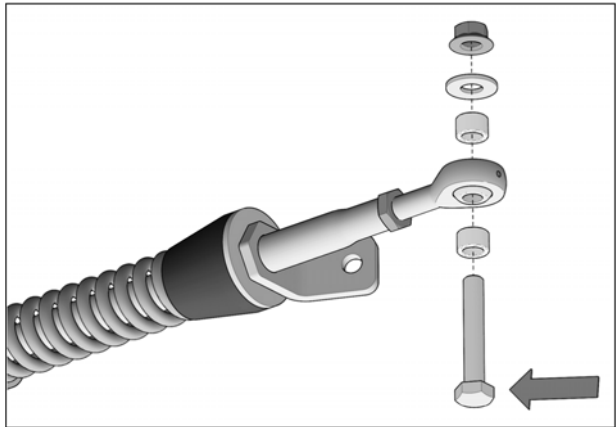

Fig. 15
5. Retirer les boulons, rondelles, espaceurs et écrous installés aux rotules des bras stabilisateurs des systèmes avant. Voir la Fig. 15